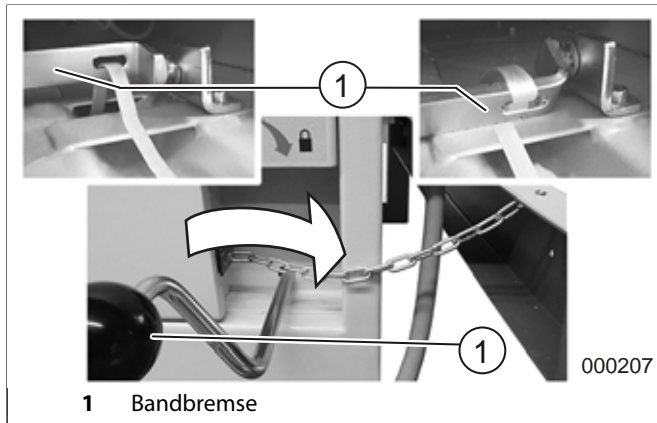

Abb. 14 Bandbremse
Die Bandbremse (Abb.14) muss geschlossen sein (Hebel nach rechts drehen).
2. Bandbremse (Abb. 14/1) öffnen.
4. Bandbremse (Abb. 14) schließen.
3. Bandbremse (Abb. 14) öffnen.